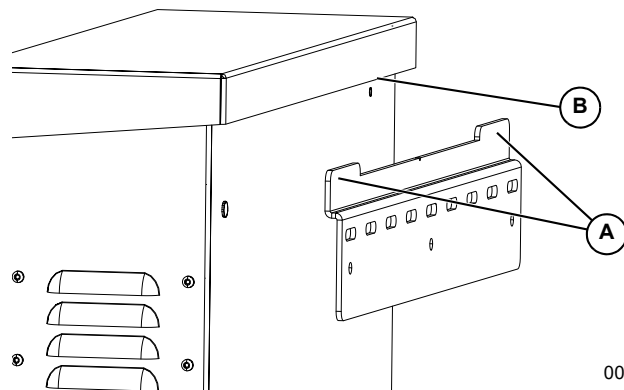

Figure 4-3. Pose de l'inverseur sur le support
3. Voir Figure 4-3. Insérer les pattes (A) du support de fixation dans la fente (B) du carter d'inverseur.
REMARQUE : La Figure 4-3 est fournie à des fins d'illustration seulement.